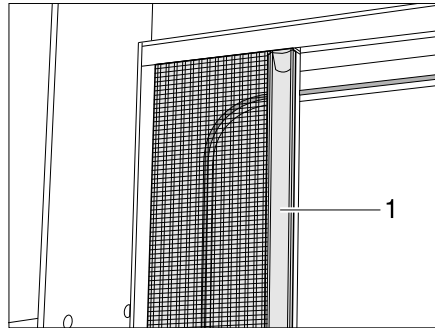

Bild 40 Insektenschutz
- Insektenschutz an der Leiste (Bild 40,1) ganz herausziehen.
- Insektenschutz an der Leiste (Bild 40,1) in Ausgangsstellung zurückschieben.